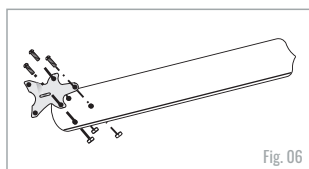

Fig. 06
Fixe a garra (15) na pá (17) com os parafusos (18) e porcas (11) conforme fig. 06. Observe que a garra deve ficar por cima da pá.